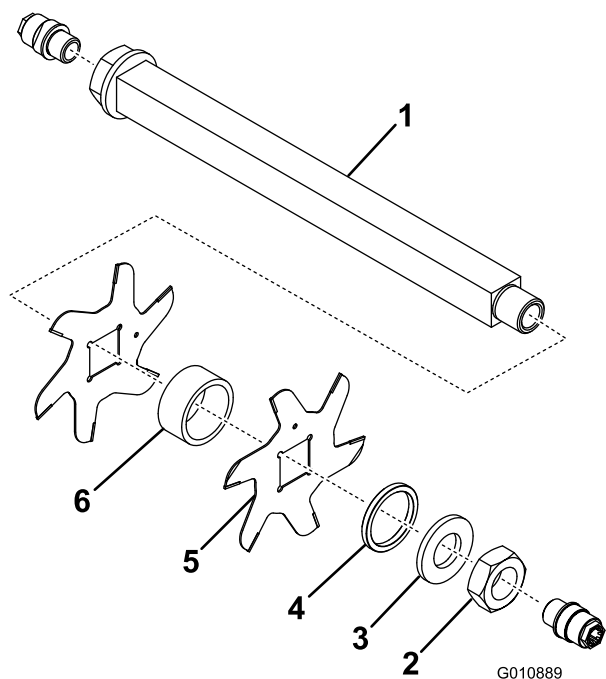

Figure 11
3. Retirez la petite entretoise, la rondelle, les lames et les grandes entretoises. Nettoyez et lubrifiez l'arbre carré avec une fine couche de graisse pour faciliter le montage (Figure 11).